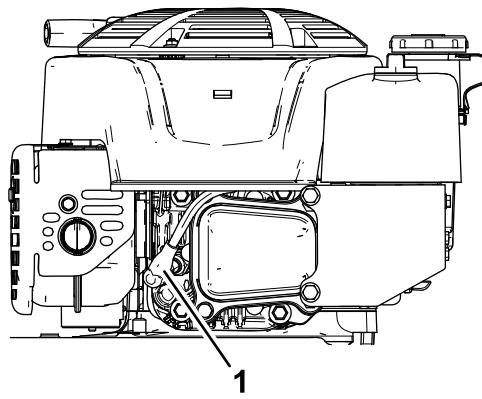

Figure 28
- Débranchez le fil de la bougie (Figure 28).